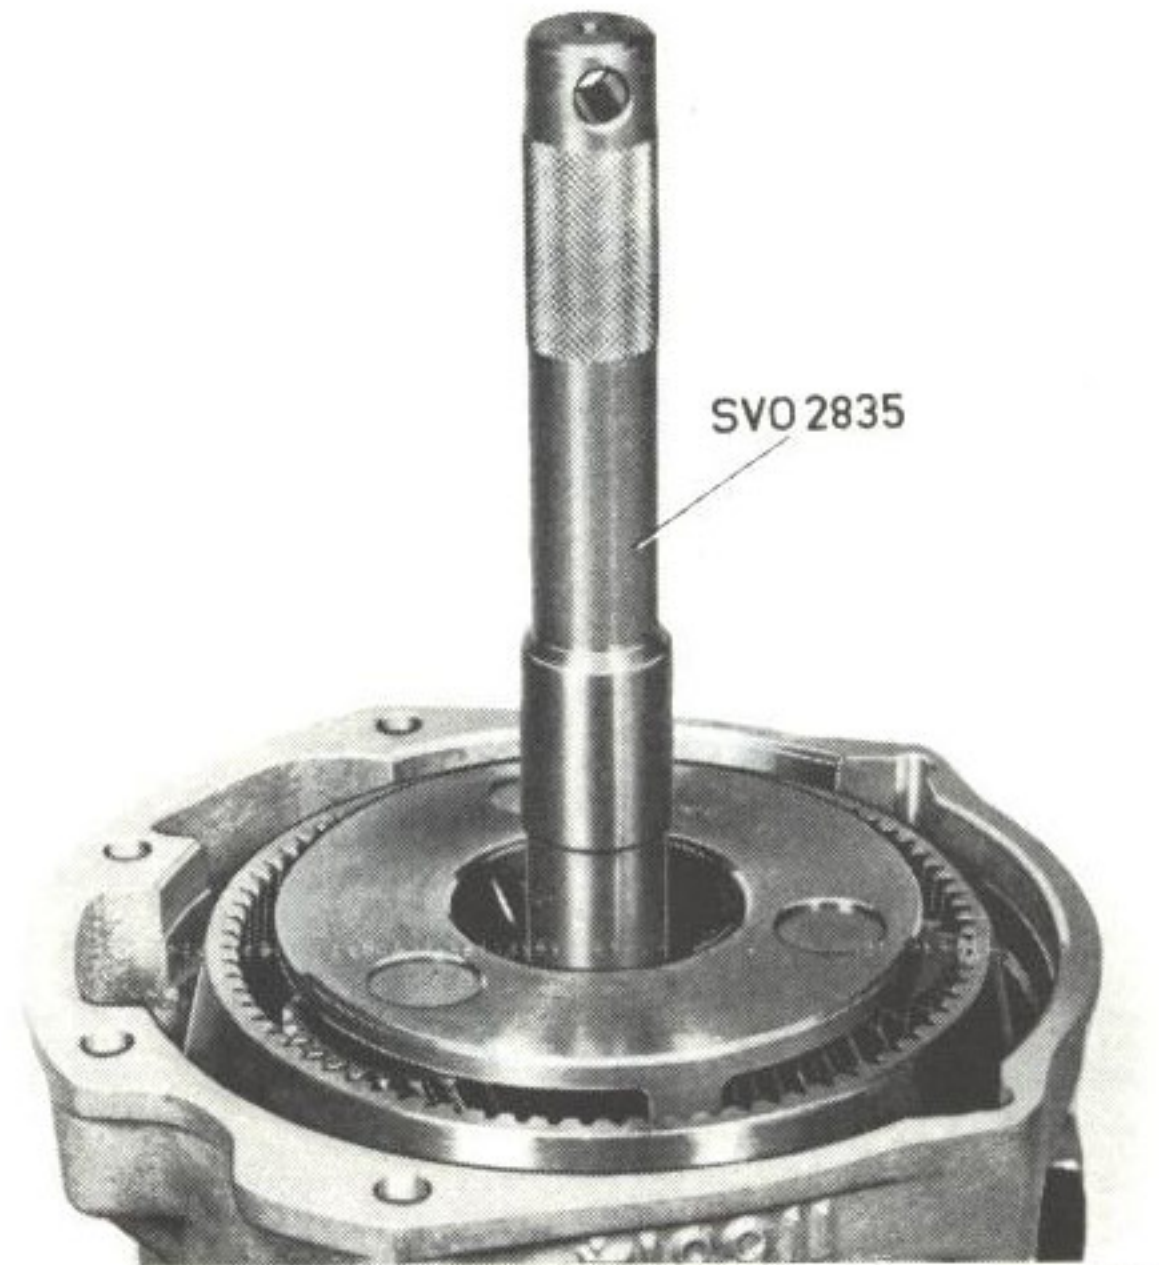

Bild 32. Montering av planethjul, II
3. Lägg planethjulshållaren komplett med planethjul på sin plats i utgående axeln. Styr upp splinsen i planethjulshållare och frihjulsnäv med dorn SVO 2835, se bild 32.